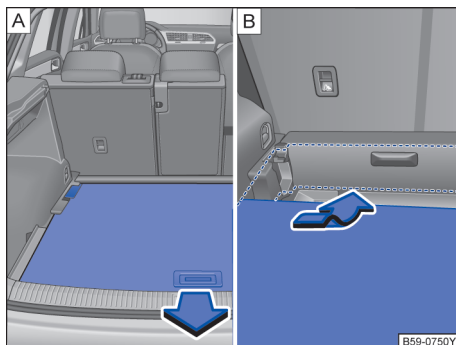

图 197 行李厢内：竖起行李厢地板（视装备而定）
- 将行李厢地板高度调整至最高→图 197，然后向前推到底。
- 拉起行李厢地板，然后将它从行李厢侧面的导轨中向后拉出→图 197。
- 将行李厢地板插入所需高度的导轨中，然后向前推到底→图 197。